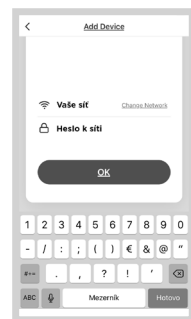

fig. 9
- Scegliere la rete WiFi alla quale l'apparecchio va connesso ed inserire la password (fig. 9).